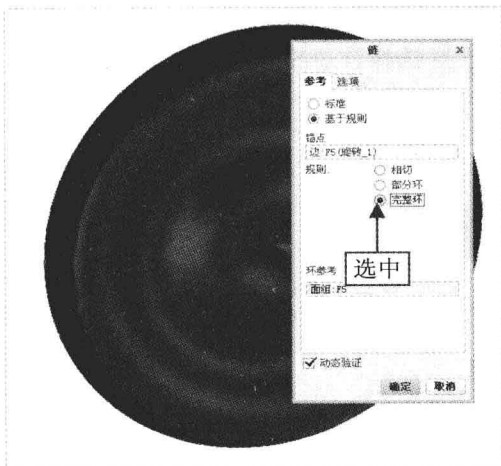

图 10-8 选中相应单选按钮
Step 05 弹出“链”对话框，在“参考”选项卡中依次选中“基于规则”和“完整环”单选按钮，如图 10-8 所示，单击“确定”按钮。